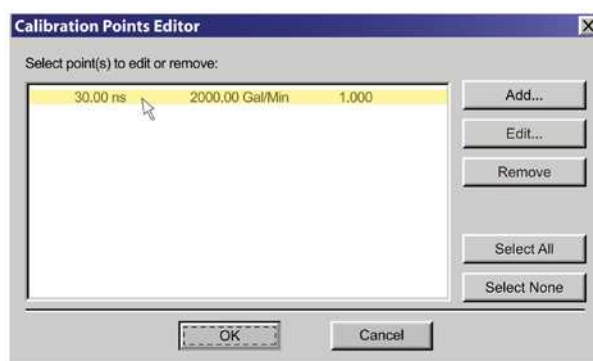

FIGURA 2.9 – EDITOR DE PONTOS DE CALIBRAÇÃO
- 5) Se a tela *Calibration Points Editor* (Edição de Calibração de Pontos) estiver exibindo o ponto de calibração, registre a informação, destaque e clique em *Remove* (remover). Veja **Figura 2.9**.